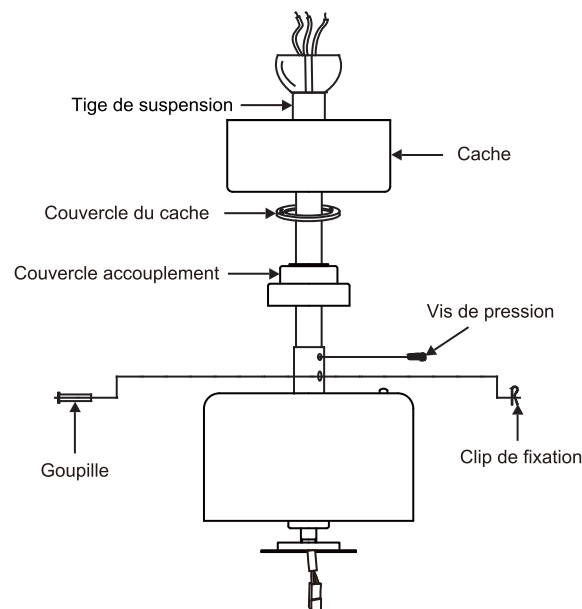

Fig. 9
Étape 8. Faites glisser le couvercle d'accouplement, le couvercle du cache et le cache sur la tige de suspension. (**Fig. 9**).
Placez la balle de suspension sur la tige de suspension, insérez la broche transversale dans la tige de suspension et serrez. Serrez maintenant la vis de pression. (**Fig. 9**).